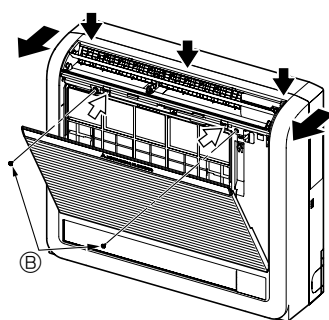
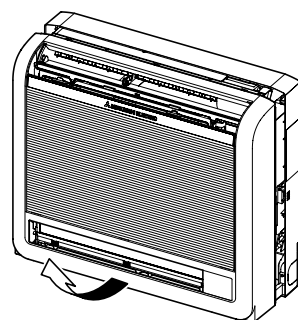

Fig. 3-3
Fig. 3-4
- ① Prima as 2 posições indicadas pelas setas ➔ e abra a grelha frontal. (Fig. 3-3)
- ② Abra a grelha frontal e retire os dois parafusos.
- ③ Abra a palheta horizontal para a saída de ar superior, exerça pressão em três pontos do painel frontal e, de seguida, puxe a parte de cima da grelha, afastando a unidade interior.
- ④ Levante a grelha frontal para a remover. (Fig. 3-4)